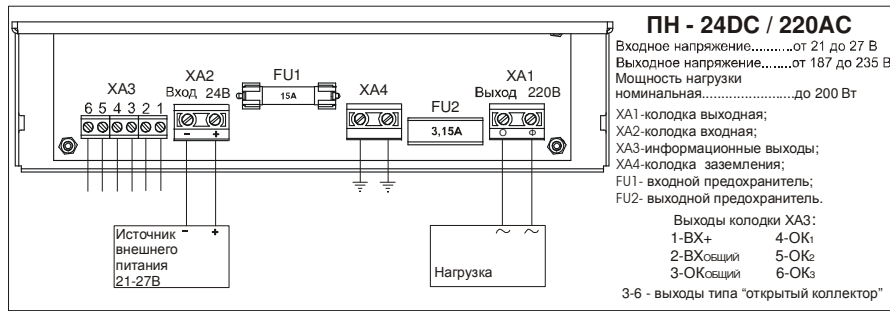
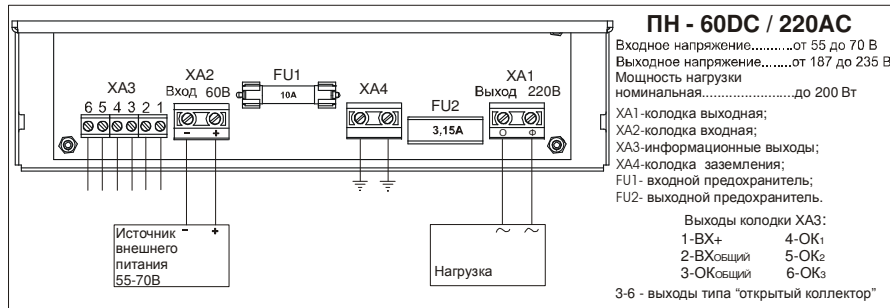

Рисунок 2
Рисунок 3
- 5.7. Подключение преобразователя (см. рисунок 2 (ПН – 24DC/220AC), рисунок 3(ПН–60DC /220AC) приложения А) производится в приведенной последовательности.